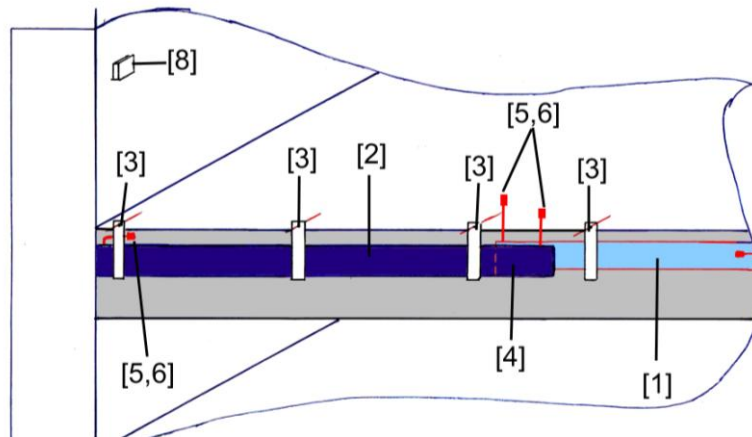

Bild 1
3. Zur Überwachung der Bewegungsfugen wird das Drucküberwachungs-/ Meßsystem [6] [WO21.4] auf das Reifenventil [5] aufgeschraubt und das PMDS Funkkontroll-system [8] im Abstand von max. 8 m installiert (Bild 1). Ggfs. mit einem Mindest-Biege-Ø von 20 mm in die Dehnfuge einlegen.